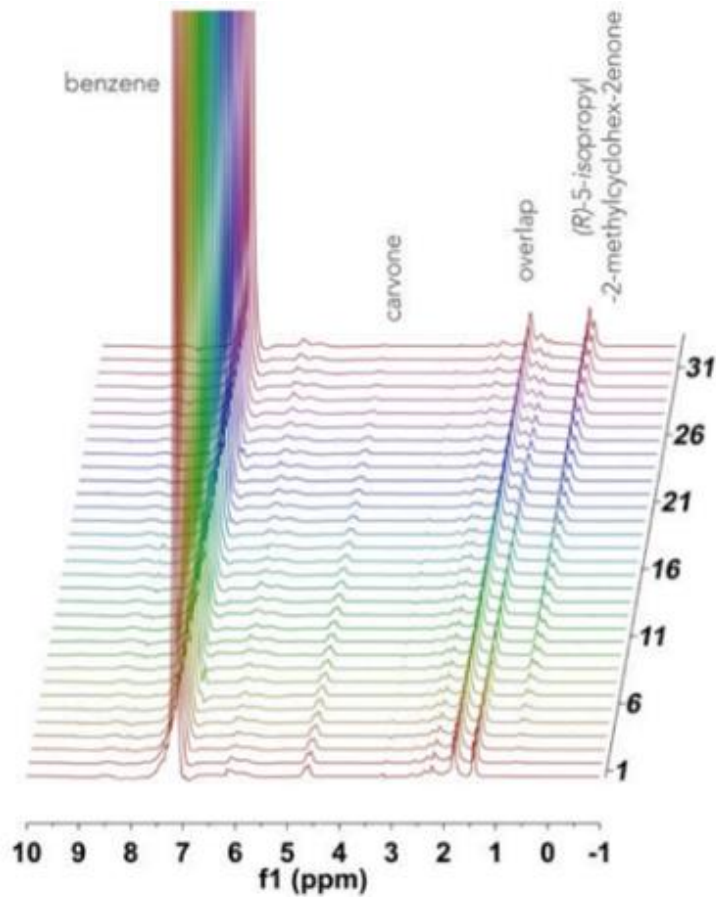

Figure 4. 2시간 동안 누적된 R-(-)-carvone의 수소화 스펙트럼 ( $^1\text{H}$  NMR)
분석을 통해 얻은 결과 데이터를 이용하여 캘리브레이션 커브를 그렸을 때, 그 값은 기울기와 y절편을 가지는 Linear한 1차 함수식( $y=0.0482x + 0.5182$ ,  $R^2 = 0.99965$ )을 나타내었다. 구해진 함수식을 가지고, 샘플용액이 0.4mL(1mL) 들어있는 희석 농도를 구하면  $C_x=10.75\text{mM}$ 가 되고, 1mL로 희석 전 시료의 농도를 구하면  $C_x=26.8\text{mM}$ 의 값으로 계산된다. 이 때, 실제 사용한 미지 시료의 농도는 23mM이다. R-(-)-carvone (1.35g, 9mmol, 0.3M)로 채워진 100mL 삼목 둥근 바닥 플라스크를 연결한다. 이 용액을 아르곤 가스 분위기에서 tris (triphenylphosphine rhodium (I) chloride (0.252g, 3mol%)가 추가되는 동안 격렬하게 교반 시켰다. 이후 용액의 가스를 완전히 제거하여 진공으로 만든 후,  $\text{H}_2(1\text{atm})$ 를 추가하고,  $40^\circ\text{C}$ 까지 가열하였다. NMReady를 통해 2시간 동안 반응하는 용액을 5분마다 해당 온도에서  $^1\text{H}$  NMR 스펙트럼 (59.96MHz, 16스캔, 1.1분)으로 측정하였다. Figure 4는 각 데이터의 Overlay plot을 나타낸 그래프이다.